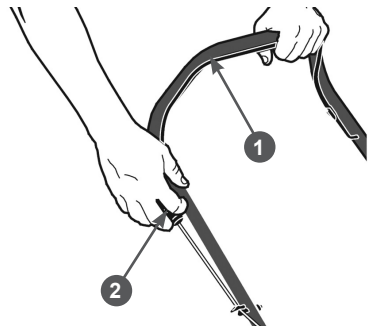

Рис. 15. Запуск двигателя
4. Встаньте позади газонокосилки.левой рукой нажмите на рычаг 1 остановки двигателя и удерживайте его, а правой рукой возьмите ручку 2 стартера (Рис. 15).